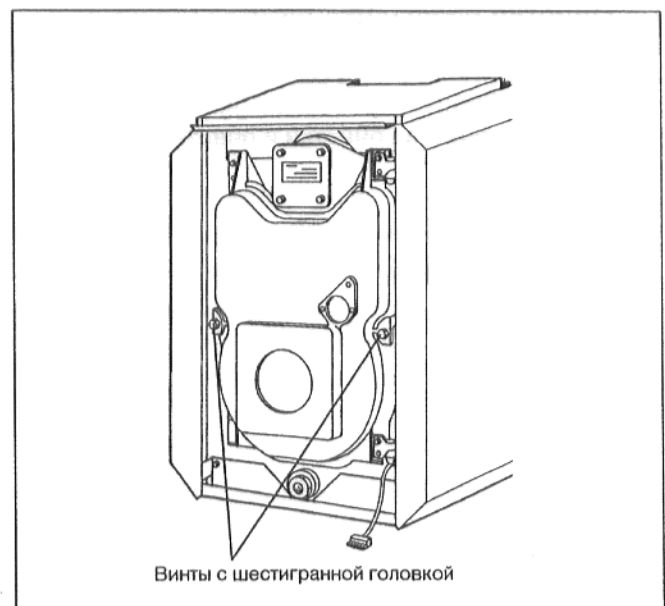

рис. 43
- У котла G215 продвинуть вперед части обшивки дверцы горелки у верхних углов, слегка приподнять и снять, подав вперед (рис. 43).
- Вывинтить оба винта с шестигранной головкой слева и справа на дверце горелки (рис. 43). Открыть дверцу горелки.
- Закрывать дверцу горелки и привинтить ее обоими винтами с шестигранной головкой (рис. 43). Затяжку винтов необходимо осуществлять равномерно.